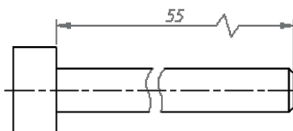

图 5-65 完成折弯标注
- 3) 在尺寸线上指定一点以放置折弯。若在提示指定折弯位置时直接按〈Enter〉键，则 will 将折弯放在标注文字和第一条尺寸界线之间的中点处，或基于标注文字位置的尺寸线的中点处。例如，在该操作实例中，按〈Enter〉键，得到的折弯标注如图 5-65 所示。